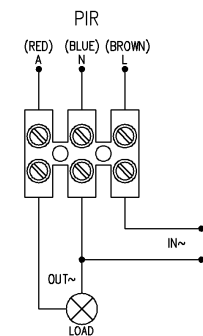

Рис. 1 Схема подключения
3. В соответствии со схемой подключения (рис. 1) соедините провода электропитания и электроприбора, подключаемого к датчику, с соединительными клеммами.
Подключенное к датчику устройство не работает	<ul style="list-style-type: none"> <li>• Проверьте правильность подключения датчика и подключаемого электроприбора (рис. 1).</li> <li>• Если на подключенном к датчику устройстве есть выключатель, включите его.</li> <li>• Убедитесь, что напряжение подано и соответствует ~ 230 В/50 Гц.</li> <li>• Возможно, регулятор чувствительности LUX установлен в положение, при котором датчик срабатывает только в темноте. Отрегулируйте чувствительность датчика к внешней освещенности.</li> </ul>